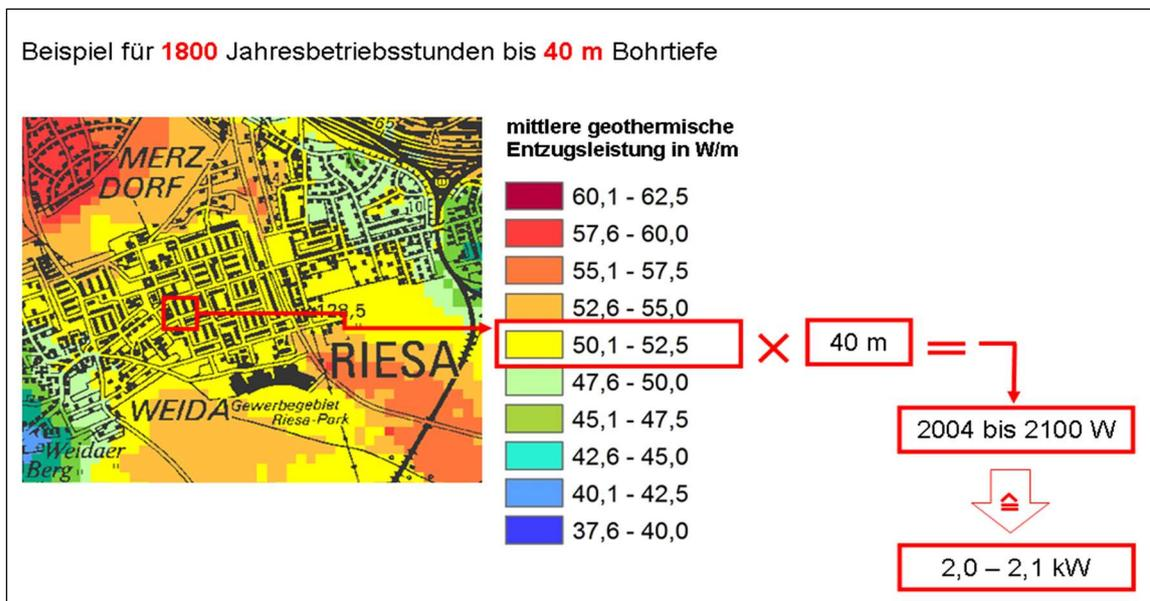

Abb. 4: Beispiel für die Ermittlung der (summarischen) Wärmeentzugsleistung aus einem 40 m tiefen Bohrloch.
Ausgangsdaten: Neubau eines Einfamilienhauses für drei Personen mit ca. 100 m2 beheizbarer Fläche, Lage im Raum Riesa (s. Abb. 4 und 5):
- Dieser Wert wird mit 40 m multipliziert (Sondenlänge nach der Teufe) und ergibt eine durch Erdwärme erreichbare Heizleistung von 2,0 bis 2,1 kW (s. Abb. 4).